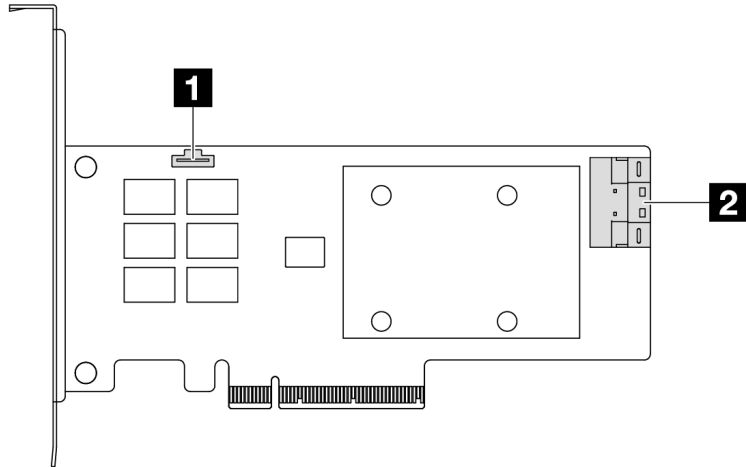

Figure 298. Un adaptateur SFF RAID/HBA Gen 4 8i (un connecteur de port)
- Figure 298 « Un adaptateur SFF RAID Gen 4 8i (un connecteur de port) » à la page 310